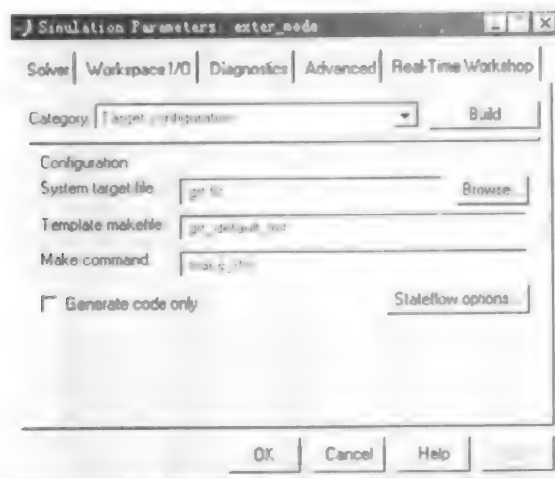

图 10-16 最终的 RTW 页
(1) 使用 **simulation** 菜单下的 **External** 命令把仿真设为外部的。
(2) 打开仿真参数对话框。在 **Solver** 页，把 **Solver Options Type** 置为 **Fixed-step**（固定步长），并且把 **Fixed-step Size**（固定步长大小）置为 0.01，而仿真时间 **Stop Time** 依旧是缺省值保持不变，最后置 **Decimation** 为 1。
(3) 在 **Workspace I/O** 页，去掉 **Time** 和 **Output** 检查框的选中状态，因为在这个例子中，数据不需要保存到工作空间或者 MAT-文件中。
(4) 在 **Real-Time Workshop** 页，从 **Category** 菜单选择 **Target configuration** 选项。而至于系统目标文件（**System Target File**），缺省情况下，应该指定为普通实时目标（即 **grt.tlc**），所以就不用修改。如果没有设定为 **GRT**，读者可以从 **Browse** 打开的系统目标文件列表里选择它。最后完成的 **Real-Time Workshop** 页应该如图 10-16